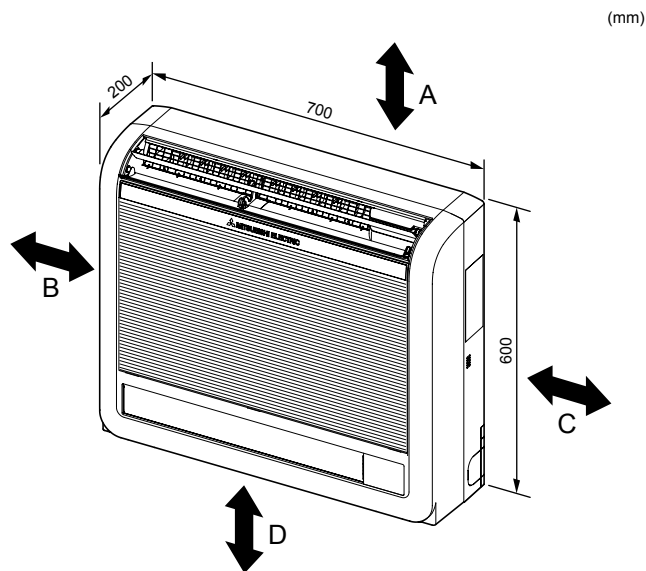

Fig. 2-1
2.1. Buitenafmetingen (Binnenapparaat) (Fig. 2-1)